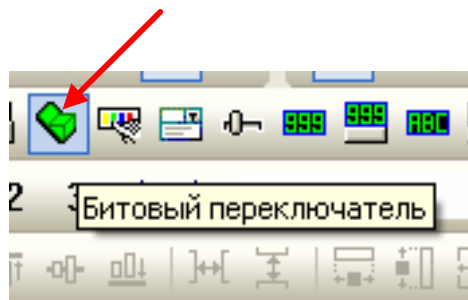

Рис. 13. Пиктограмма элемента Битовый переключатель
3.5.1. На панели инструментов выбрать пиктограмму элемента Битовый переключатель, как показано на рис. 13. Откроется окно редактирования параметров этого элемента (рис. 14).